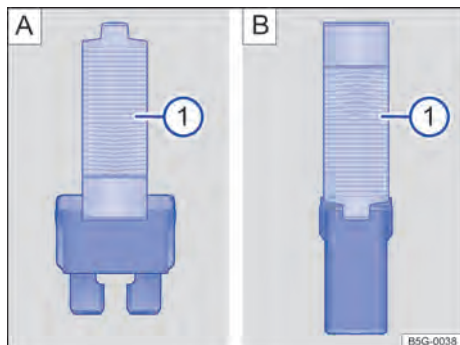

Fig. 140 Retirar ou colocar o fusível com a pinça de plástico: [A]: fusível plano, [B]: fusível de bloqueio.
- Se necessário, retirar a pinça de plástico → **Fig. 140 [A] 1** da cobertura da caixa de fusíveis.
- De acordo com a versão do fusível, colocar as garras adequadas do alicate plástico → **Fig. 140 [A] 1** ou → **Fig. 140 [B] 1** lateralmente no fusível.